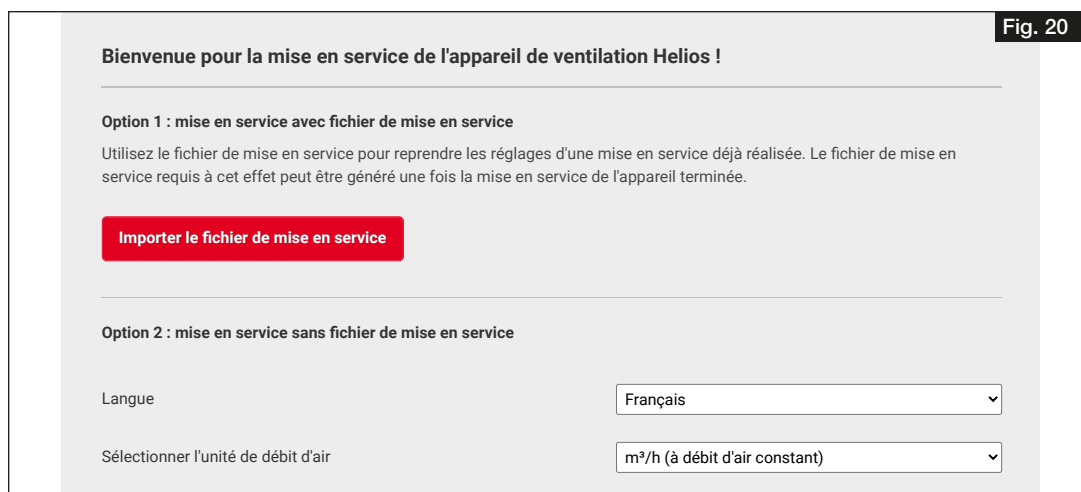

Fig. 20
- ① Pour exécuter l'assistant de mise en service, le serveur web local de la centrale KWL doit être connecté à un terminal mobile (s. chapitre 6.1 « Mise à jour du logiciel »).
2. Lors de la mise en service, deux options sont disponibles (s. Fig. 20):